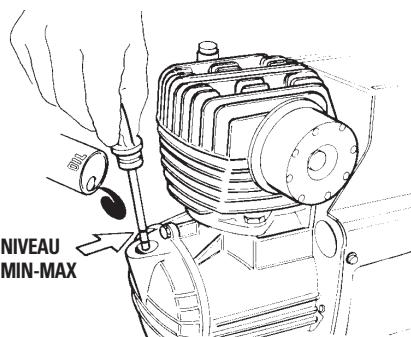

fig. 3
- entre les valeurs MIN et MAX de la jauge (figures 3 et 3.1);